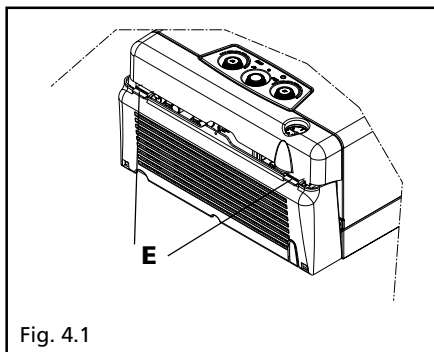

Fig. 4.1
- premere sulle due linguette **E** sganciandole (fig. 4.1)